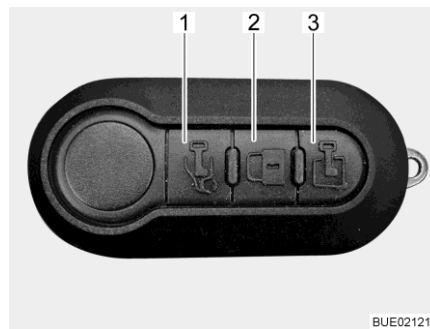

Fig. 50 Télécommande multifonction (3 touches)
Déverrouiller la porte chauffeur : ■ Appuyer une fois brièvement sur la touche  (Fig. 50,1). La porte chauffeur est déverrouillée.
- Appuyer une fois brièvement sur la touche  (Fig. 50,3). La porte cellule est déverrouillée.
- Appuyer une fois brièvement sur la touche  (Fig. 50,2). Toutes les portes sont verrouillées.